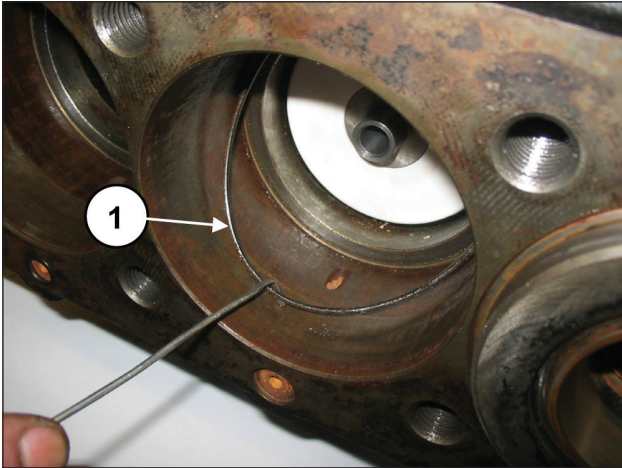

Abb. 160
Nehmen Sie den O-Ring am Boden des Dichtungshalters ab, sollte er im Pumpengehäuse verblieben sein (Pos. ①, Abb. 160).